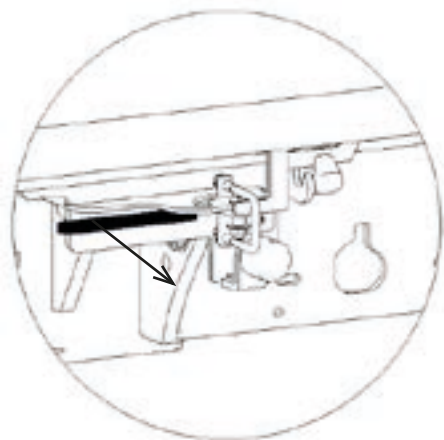

Abbildung 4
- 1- Am Griff des Spannbügels ziehen (Abbildung 4).